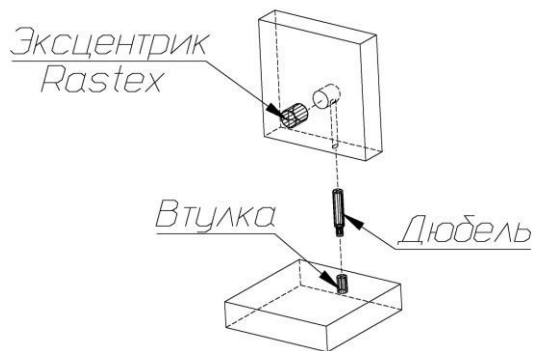

Рис. 1
1. В боковые стенки (2), (12), перегородку (4), нижний щит (9), заднюю стенку (11) в имеющиеся отверстия установить эксцентрики таким образом, чтобы стрелка была повернута в сторону отверстия в торце.
В установленные муфты эксцентриковых стяжек на боковых стенках (2), (12), крышке (8), задней стенке (11) ввернуть дюбели, в соседние отверстия установить шканты (рис.1).
Собрать между собой боковые стенки (2), (12), нижний щит (9), перегородку (4) и заднюю стенку (11) так, чтобы дюбели и шканты вошли в предназначенные для них отверстия (рис.1).